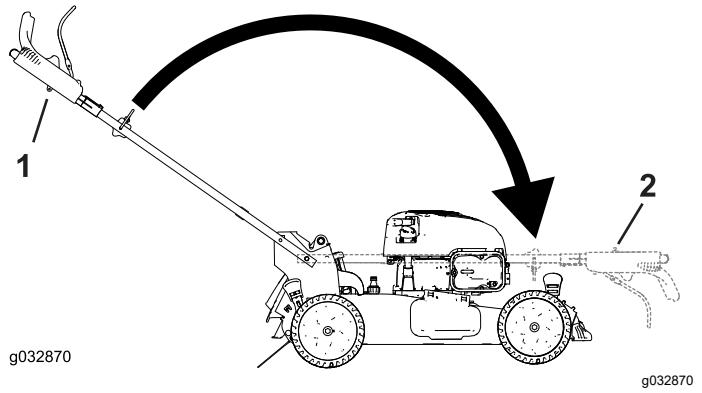

Bild 23
2. Klappen Sie den Holm zusammen, indem Sie ihn nach vorne drehen (Bild 23).